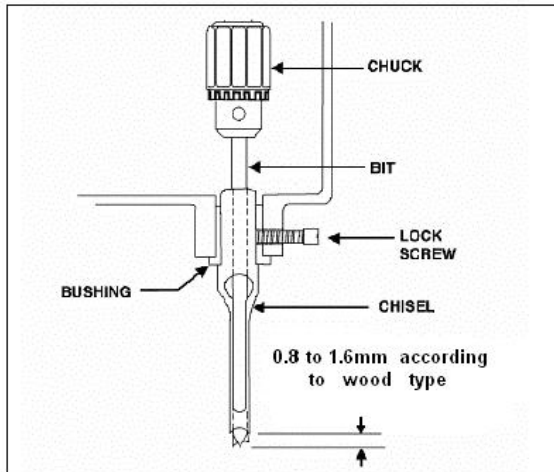

Abb. 12
11. Lösen Sie die Feststellschraube, wie in Abbildung 12 gezeigt .